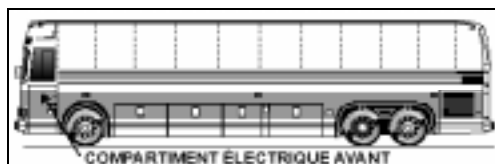

FIGURE 1
1. Ouvrir le compartiment électrique avant pour accéder au tableau de filage avant (voir la fig. 1).